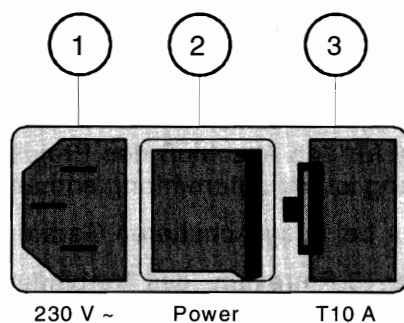

Abb. 2.1 Netzanschluß, Netzschalter und Sicherungseinsatz
Anschlußeinheit für Netzkabel ①, mit Netzschalter ② und Sicherungseinsatz ③ (Abb. 2.1).